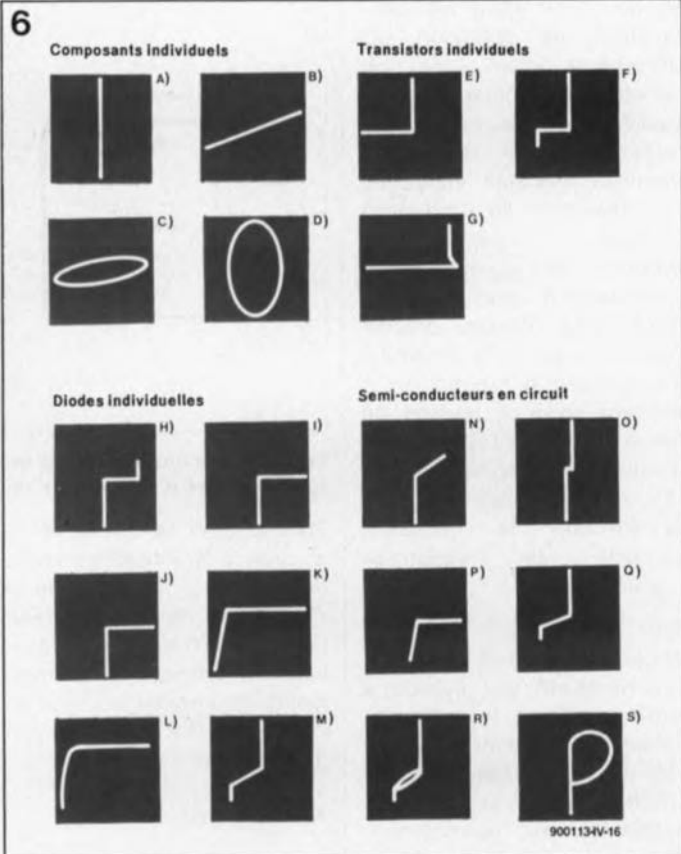

Figure 6. Les oscillogrammes obtenus lors de l'utilisation d'un testeur de composants.
La **figure 6** vous propose toute une série de courbes obtenues en soumettant différents composants et circuits au test d'un testeur de composants.
va de même pour les deux tensions de déflexion qui présentent elles aussi un décalage. Ce phénomène fait paraître des courbes elliptiques dont les développements en abscisse (horizontal = largeur) et en ordonnées (vertical = hauteur) sont fonction de l'impédance du composant à tester (voir figure 6). Une mesure précise n'est possible qu'à condition de connaître le rapport exact existant entre la tension de déflexion horizontale (Y) et la tension de déflexion verticale (X). Sur n'importe quel oscilloscope la déflexion verticale est étalonnée (calibrée).